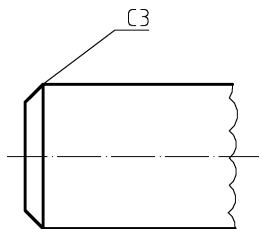

图 9-66 “多重指引”标注示例
下面以图 9-66 所示进行多重指引标注练习。
5) 在基线处显示“文字输入编辑器”，输入“C3”后，单击“确定”按钮，结束命令。如图 9-66 所示。